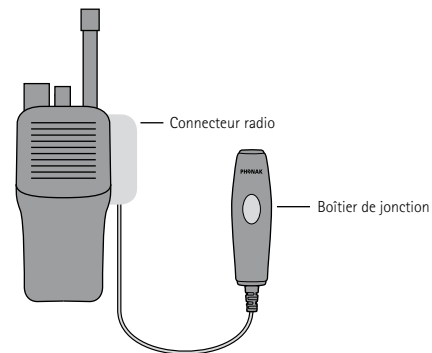

Figure 5
- Raccorder le **câblage du Profilo** à l'aide du connecteur radio (figure 5). Veuillez consulter le mode d'emploi de la radio pour raccorder correctement le connecteur.